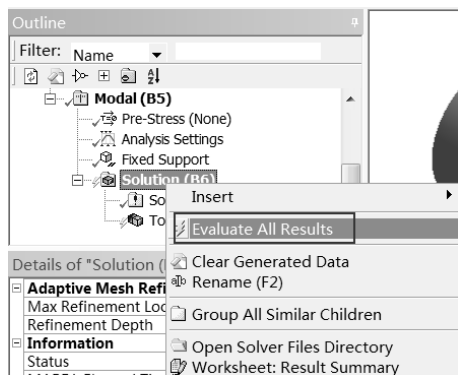

图 9-66 快捷菜单
Step3: 在 Outline (分析树) 中的 Solution (B6) 选项上右击, 在弹出的快捷菜单中选择 Evaluate All Results 命令, 如图 9-66 所示, 此时会弹出进度显示条, 表示正在求解, 当求解完成后进度条自动消失。